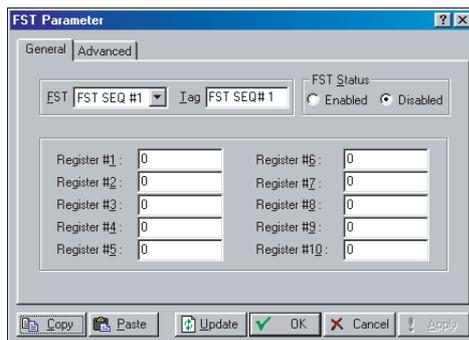

Figura B-1. Parâmetros da FST
1. Selecione Configure > Control > **FST Register**. Consulte a Figura B-1.